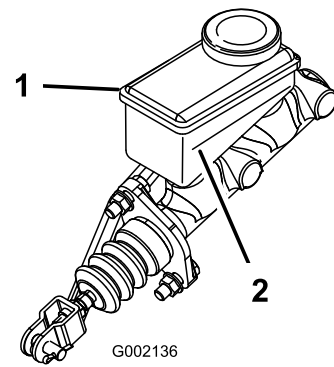

Bild 52
3. Lesen Sie den Flüssigkeitsstand am Stutzen an der Seite des Behälters ab (Bild 52).
- B. Füllen Sie DOT 3-Bremsflüssigkeit in den Behälter, bis der Füllstand über der Minimum-Markierung liegt (Bild 52).